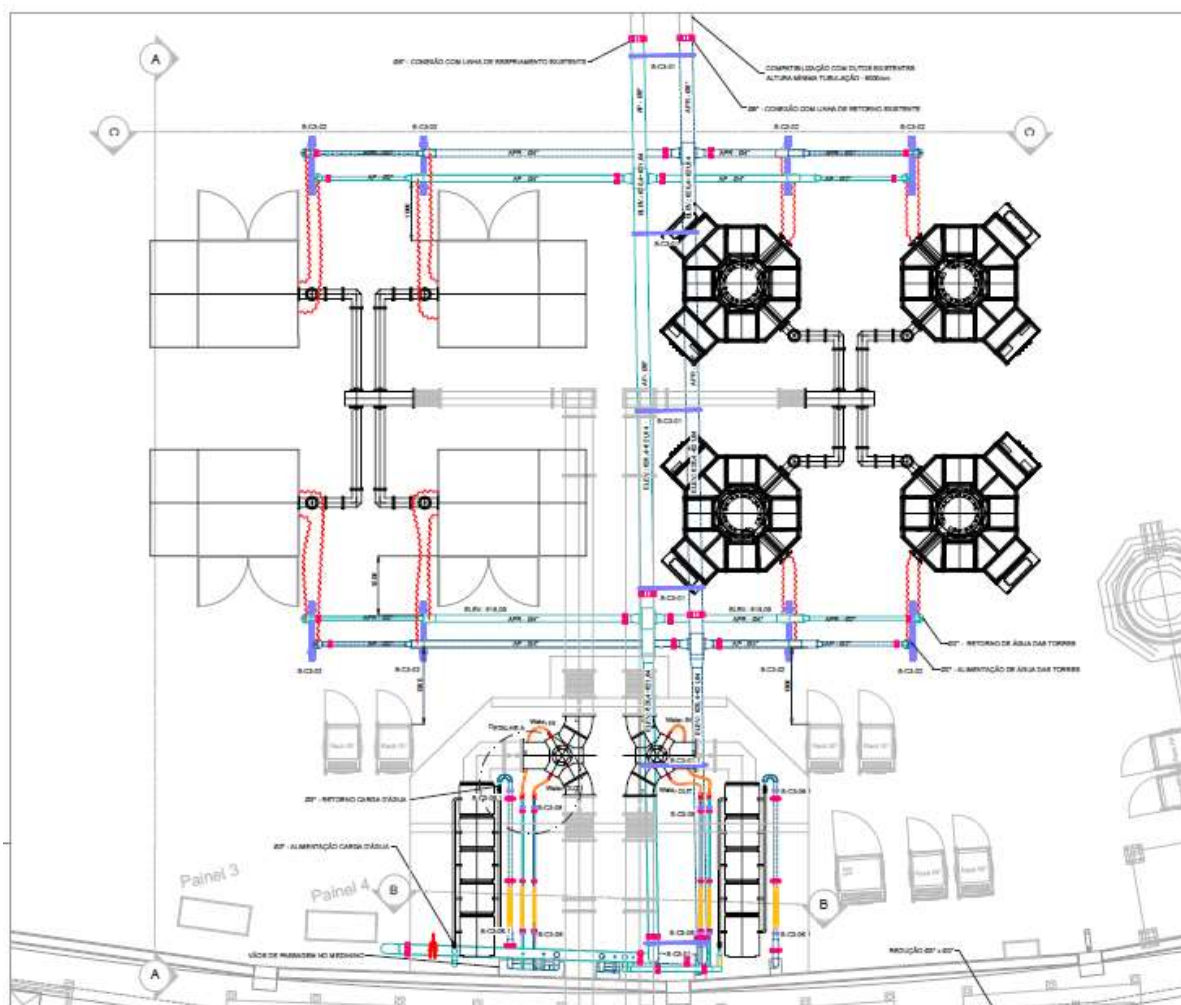

Figura 01. Sala de RF.
O circuito de processo C3 é responsável pelo resfriamento dos equipamentos de radiofrequência (RF), os quais estão localizados na sala de RF (Figura 01). Este resfriamento se dá com água a 21°C.